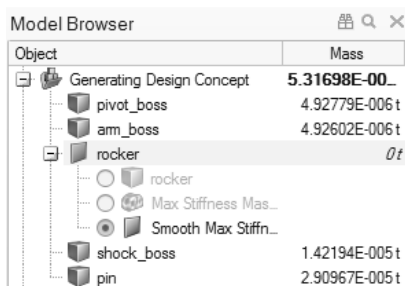

图 10-24
- 6) 结果虽然看上去已连接, 但却生成了一个非实体零件, 因为模型浏览器中的零件转换质量为零, 如图 10-24 所示。